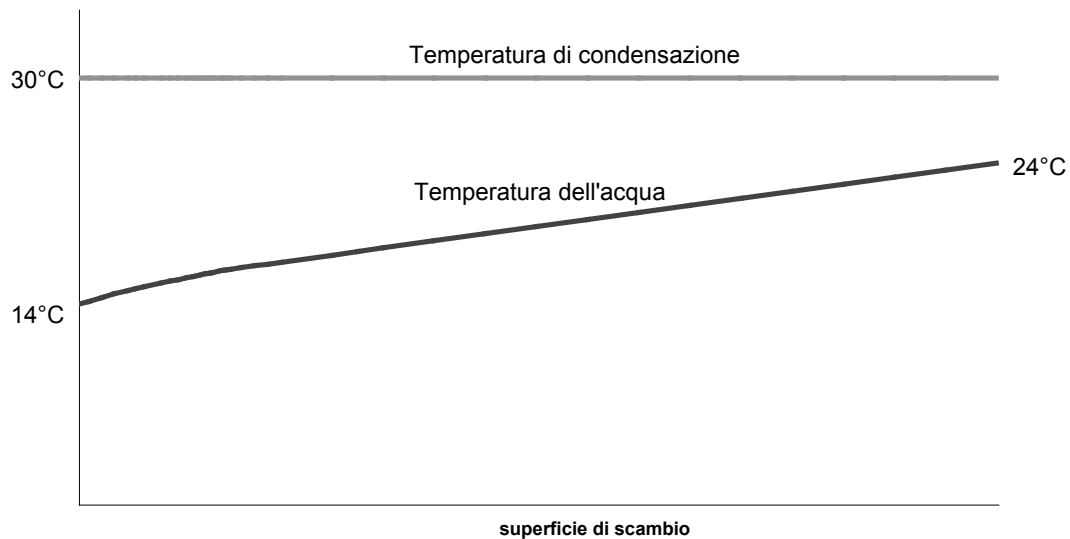

Fig. 1 - Andamento dello scambio termico nel condensatore
- Temperatura di condensazione prevista dalle condizioni di scambio termico acqua/refrigerante nel condensatore: superiore di circa 6°C alla temperatura dell'acqua in uscita, pari a 30°C (con pressione di saturazione corrispondente) (fig.1).